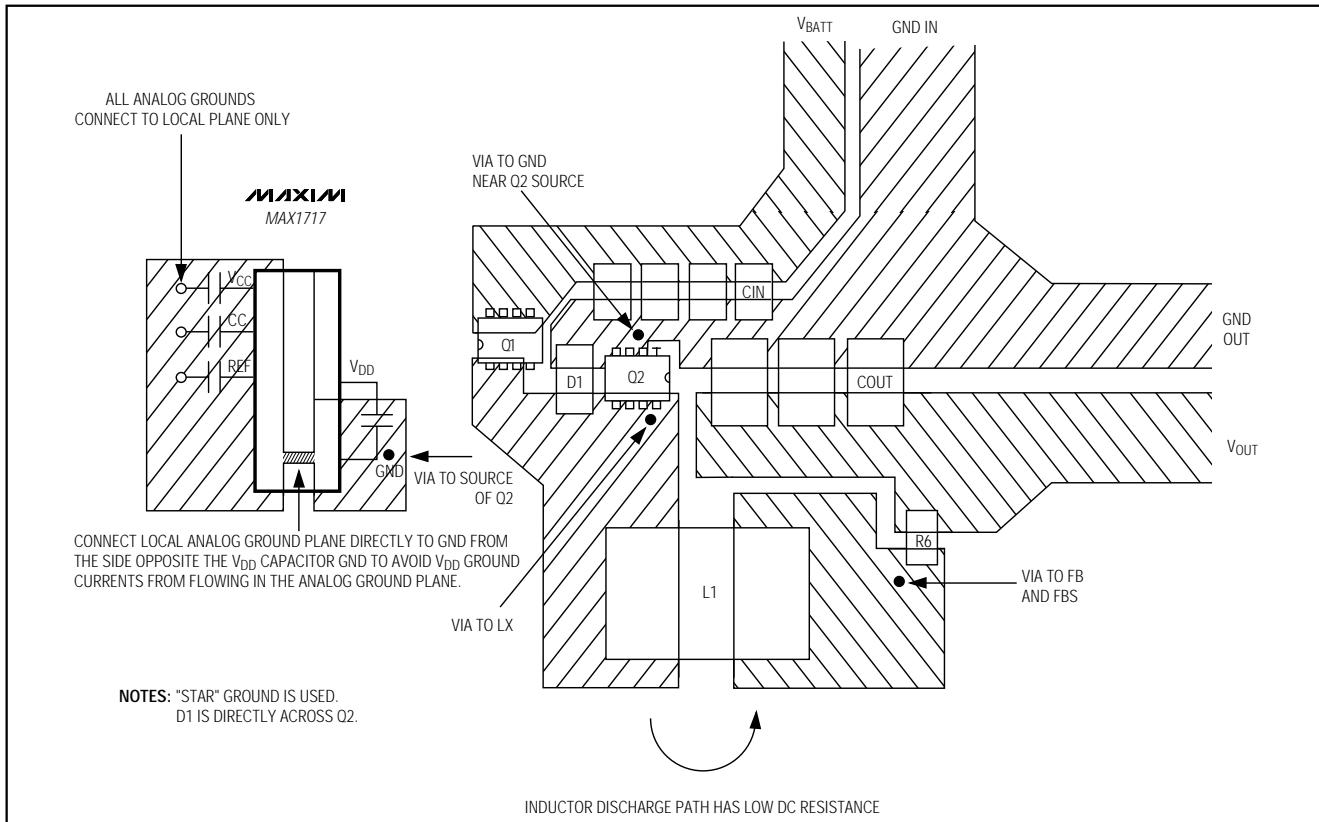

図12. 電力段のプリント基板レイアウトの例
低スイッチング損失及びクリーンで安定した動作を達成するには、プリント基板のレイアウトに注意が必要です。特に、スイッチング電力段には細心の注意が必要です(図12)。可能であれば、全ての電力部品をボードの上面に実装し、グランド端子が互いにぴったり接触するようにします。次のガイドラインに従って、良好なプリント基板レイアウトを設計して下さい。
- 4) DC-DCコントローラのグランド接続は図12のようになります。この図には、全ての大電力部品が集まる出力グランド、GNDピン及びVDDバイパスコンデンサ用のGNDプレーン、及び敏感なアナログ部品用のグランドプレーンの3つの個別のグランドプレーンが存在します。アナロググランドプレーン及びGNDプレーンは、ICの真下の一点においてのみ交差するようにして下さい。その後、これら2つのプレーンは、GNDからローサイドMOSFET Q2のソース(星形グランドの中)への短い接続で、大電力出力グランドに接続します。又、この点は、出力コンデンサのグランド端子の非常に近くになるようにして下さい。